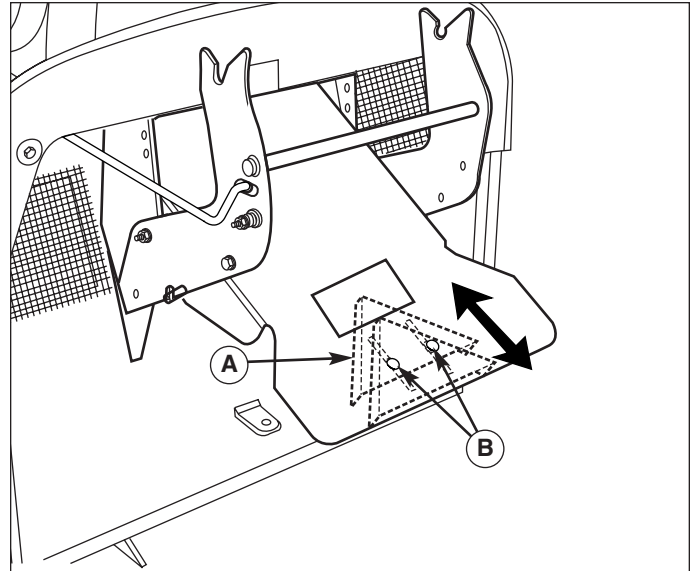

Figure 6. Réglage du déflecteur
1. Desserrer les vis (B, Figure 6).
2. Faire glisser le diffuseur (A) vers le haut ou le bas.
3. Serrer les vis (B).